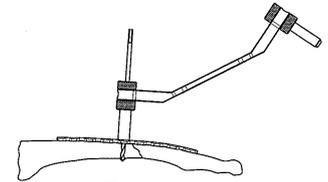

図2
2) 骨折部の修復後、プレートをあてがいX線イメージを確認しながら、2.9ドリル&タップガイドを用いて、先端が反対側皮質から2mm程突出するまでドリリングします。（図2）